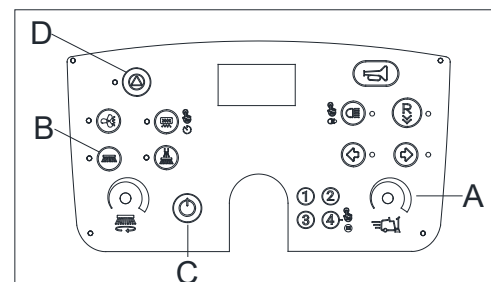

Figura 24
- Ajuste a velocidade ao mínimo usando o seletor de velocidade da máquina (A, Figura 24).
- Pressione o botão Iniciar (D, Figura 24) para ativar a limpeza.
- Pressione o botão da escova lateral (B, Figura 24) para abaixar a escova lateral até a altura de trabalho, pressione o pedal do acelerador e deixe a escova lateral funcionar por 1 minuto.
2. Pressione o botão de energia (C, Figura 24) para desligar a energia.